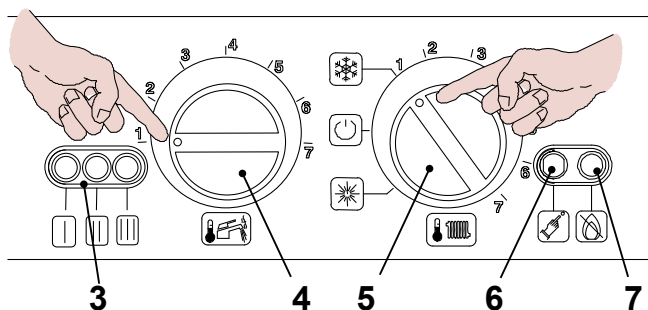
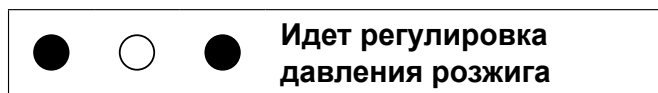
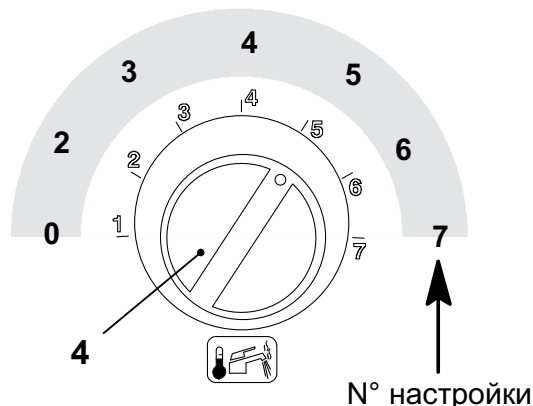
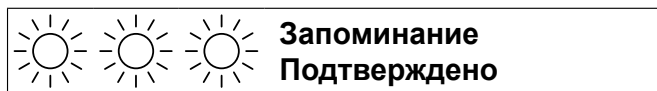

рис. 7.7
рис. 7.8
рис. 7.9
рис. 7.11
- Поверните переключатель 5 как показано на рис. 7.7 ; сигнальная лампа 3 начнет мигать с интервалом в 2 секунды.
- Удерживайте нажатой кнопку перезагрузки 6 в рис. 7.7 в течение 10 секунд, лампа блокировки 7 в рис. 7.7 в.
- Чтобы настроить давление розжига, сигнальные лампы 3 в рис. 7.7 должны выглядеть, как рис. 7.8 (перечень сигнальных ламп на стр. 7)
- Если такая последовательность не появляется, нажимайте кнопку перезагрузки 6 в рис. 7.7 пока не появится соответствующее окно (4 раза).
Чтобы просмотреть заданные параметры, нажмите и придержите кнопку перезагрузки 6 в рис. 7.7 в течение 5 секунд. Сигнальные лампы 3 в рис. 7.7 вспыхнут количество раз, соответствующее настройке (Рисунок 7.9 (рис. 7.9 ).
- Чтобы изменить настройку, поверните регулятор температуры ГВ 4 в рис. 7.7 и установите его в выбранное положение рис. 7.9 см. также рис. 7.10 (в примере регулятор установлен в положение 5), сигнальная лампа блокировки (см. рис. 7.7 ) начнет быстро мигать.
- Чтобы внести в память настройку, нажмите и придержите кнопку перезагрузки 6 в рис. 7.7 в течение 5 секунд, сигнальные лампы 3 в рис. 7.7 вспыхнут и будут мигать одновременно, см. рис. 7.11 (условные обозначения ламп на стр. 7)